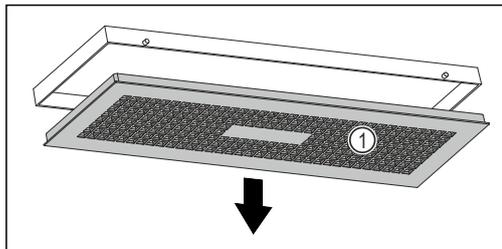

Fig. 100
- ▶ Медленно поверните водяной блок вниз, удерживая при этом крышку Fig. 100 (1).
- ▶ Снимите крышку Fig. 100 (1).